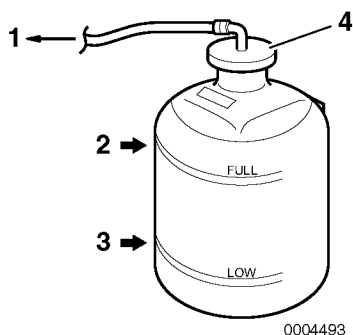

Figura 19
5. Compruebe el nivel de refrigerante del depósito. El nivel debe encontrarse en la marca FULL (lleno) (**Figura 19, (2)**). Añada refrigerante si fuera necesario.
6. Retire la tapa del depósito (**Figura 19, (4)**) para añadir refrigerante si es necesario. No añada agua.
8. Compruebe el manguito de goma (**Figura 19, (1)**) que conecta el depósito con el depósito de refrigerante / intercambiador de calor. Cámbielo si está dañado.